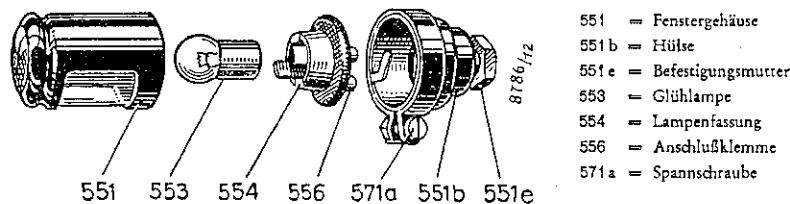

Bild 15. Nummerlaterne JN 5, auseinandergenommen
a) Nummerlaterne JN 5 (Bild 15).
1. Spannschraube 571 a lösen (Bild 15).